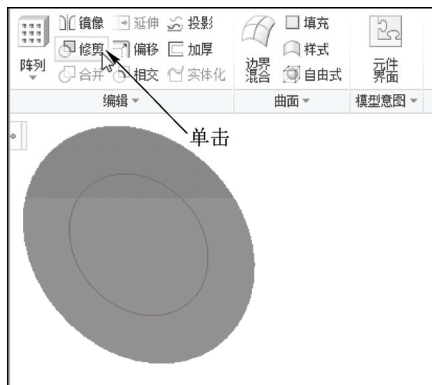

图 10-24 单击“修剪”按钮
STEP 02 在模型树中选择“填充 1”选项，在功能区选项板的“模型”选项卡中，单击“编辑”面板中的“修剪”按钮，如图 10-24 所示。